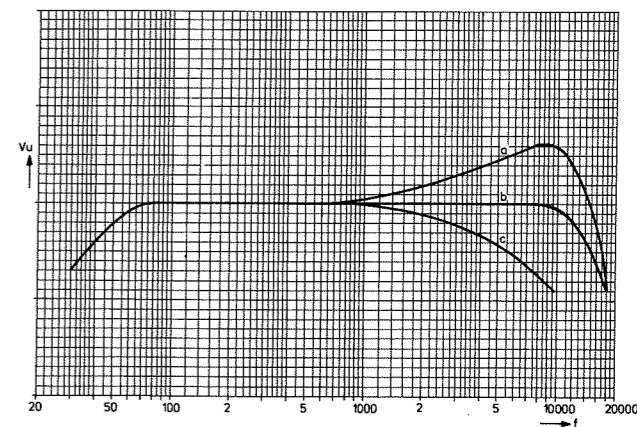

Fig. 20
- Bij een goede instelling zal de frekwentiekarakteristiek als in fig. 20 curve b verlopen. De 3de harmonische vervorming moet $\leq 5\%$ zijn.
- Bij een te grote voormagnetisatie worden de hoge tonen te veel verzwakt (Fig. 20 curve C).
- Bij een te kleine voormagnetisatie wordt de vervorming te groot. De frekwentiekarakteristiek ziet er dan uit volgens Fig. 20 curve a.